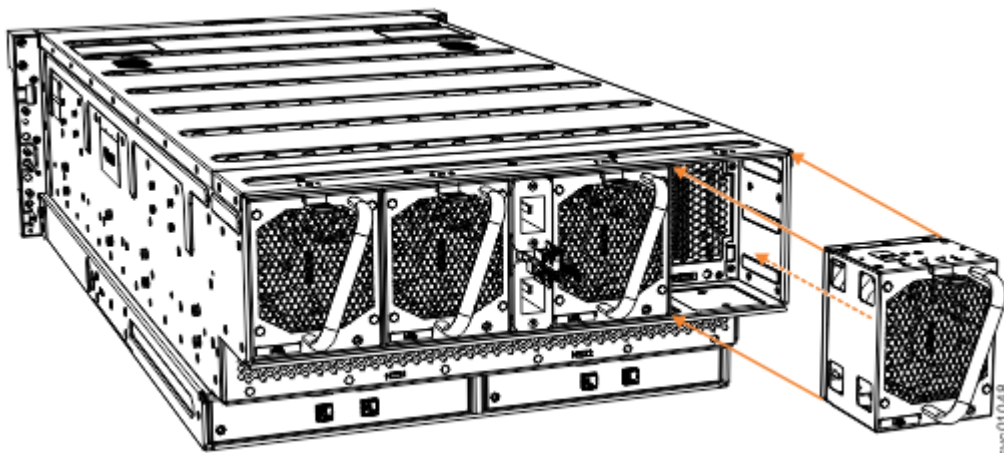

Рисунок 102. Замена модуля вентиляции
2. Осторожно вставьте модуль вентиляции в шасси до щелчка (см. Рисунок 102 на стр. 86).